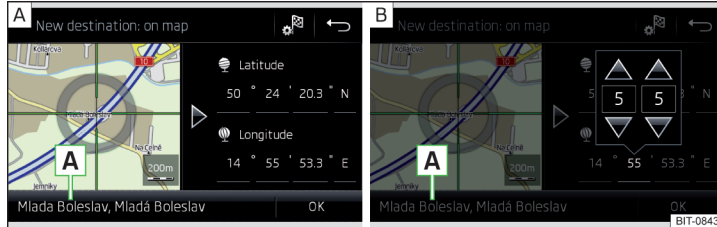

Abb. 225 Ziel eingeben: über den Kartenpunkt / mithilfe von GPS-Koordinaten
- › Durch Bildschirmberührung das gewünschte Ziel in das Fadenkreuz verschieben » Abb. 225 - **A**.
- › Die Werte der GPS-Koordinate nacheinander antippen und einstellen » Abb. 225 - **B**.
Sind in den Navigationsdaten des Infotainments Informationen zum eingegebenen Punkt verfügbar, dann werden diese statt der GPS-Koordinaten angezeigt (bspw. Adresse **A** » Abb. 225).